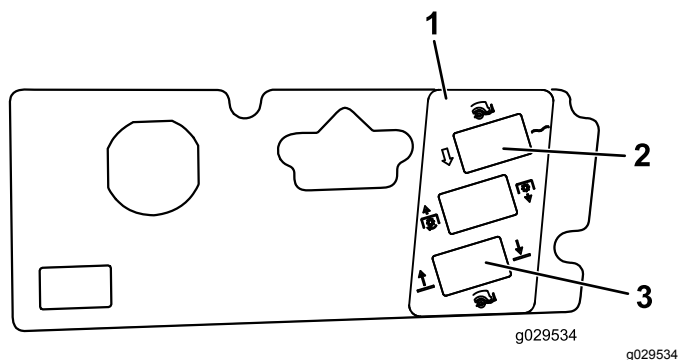

Figure 24
8. Nettoyez la surface du panneau de commande et apposez l'autocollant autour des trous exposés (Figure 24).
9. Insérez les interrupteurs dans les trous appropriés (Figure 24).